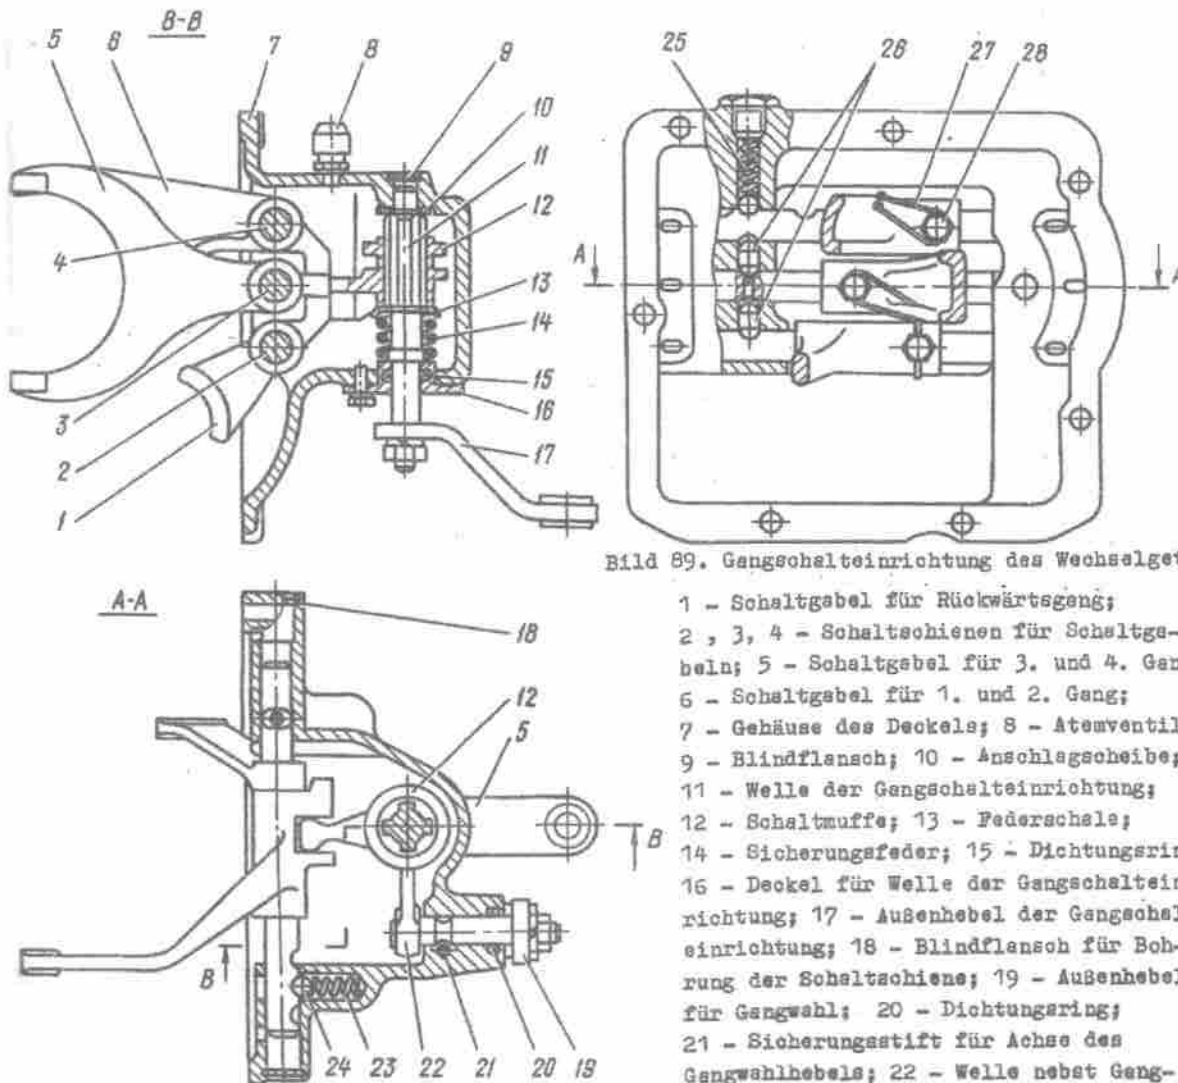

Bild 89. Gangschalteinrichtung des Wechselgetriebes:
1. Seitendeckel mit der Gangschalteinrichtung (Bild 89) abnehmen.
Die Schaltgabeln dürfen nicht verbogen sein oder Risse aufweisen. Die Finger der Schaltgabeln müssen in den Schaltnuten, wie in Bild 89 dargestellt, angeordnet sein. Falls der Verschleiß der Schaltnuten 1 mm erreicht, ist die Gabel zu ersetzen.